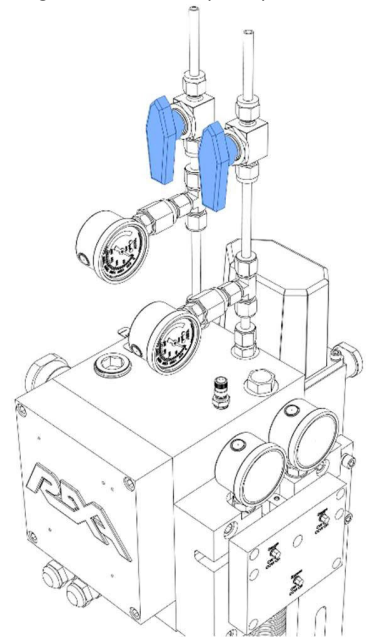

Figura 24: Válvulas de isolamento
- a) Execute o motor do módulo em ambas as direções com ambas as válvulas de isolamento, destacadas em azul na Figura 24, abertas. Execute-o até que não haja mais bolhas de ar vistas nas linhas de retorno claras.
- b) Feche a válvula de isolamento mostrada na Figura 24 (Estender ou Retrair) que corresponde à porta que afastará o cilindro do batente final mais próximo.